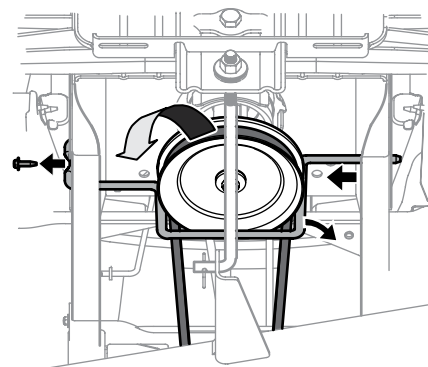

Figura 4-1
5. Saque el tornillo hexagonal que asegura la varilla guardapoleas del motor al chasis. Vea la Figura 4-1.